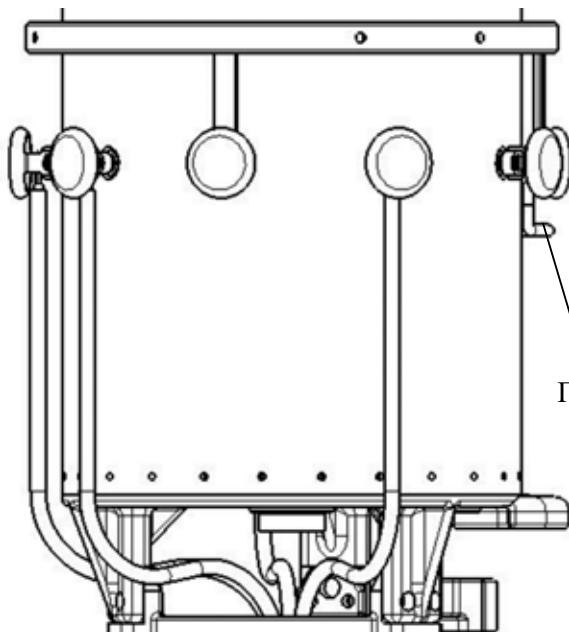

Рисунок 16 Перемычка фазы А
- 2) Отводы избирателя устройств II-500/600 и I-800 (всего 4 отвода) должны быть подключены к выводам фаз В и С масляного бака контактора. Затем необходимо установить перемычку фазы А (Рисунок 16).